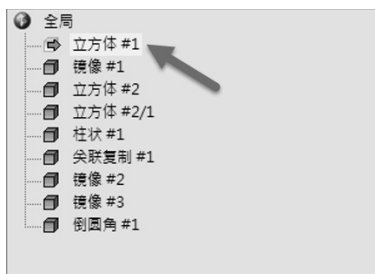

图 5-16 在全局浏览其中找到桌板源对象
1) 在全局浏览器中观察最初创建的“立方体#1”，这个对象图标表示该对象为源对象，并处于隐藏状态，如图 5-16 的示。此时，需要将其镜像对象“镜像#1”替换为刚创建的“倒圆角#1”。